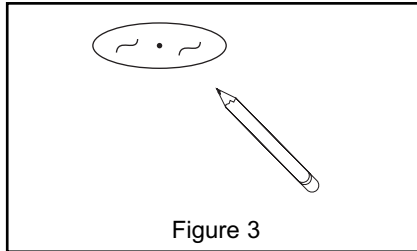

Figure 3
Step 1. Locate center of proposed opening on ceiling and use template to mark and accurately cut a 4-3/8" (for 4" housings), 5-1/2" (for 5" housings) or a 6-3/4" (for 6" housings) opening. For sloped ceiling housings, an oval hole template is provided. (Fig. 3).
Paso 1. Ubique el centro de la abertura propuesta en el cielo raso y use la plantilla para marcar y hacer exactamente una abertura de 4-3/8" (para cajas de 4"), de 5-1/2" (para cajas de 5") o de 6-3/4" (para cajas de 6") de diámetro. Para cajas que se van a instalar en cielo raso inclinado se proporciona una plantilla con un orificio ovalado y las instrucciones correspondientes (fig. 3).